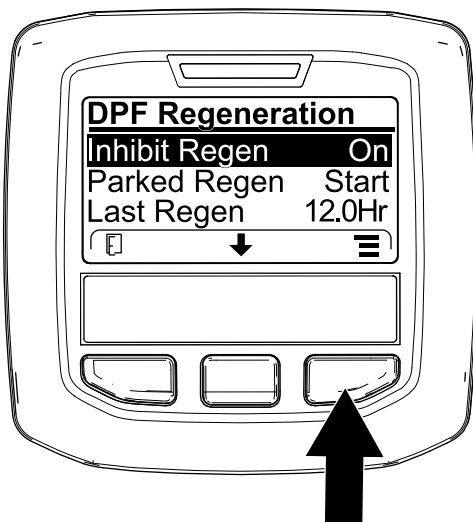
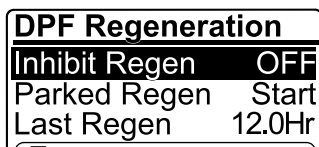

Figura 42
Figura 43
1. Aceda ao menu Regeneração do DPF, prima o botão central para ir até à opção INIBIR REGENERAÇÃO e prima o botão direito para selecionar a entrada Inibir regeneração (Figura 42).
2. Prima o botão direito para alterar a definição da Inibição da regeneração de Ligar para Desligar (Figura 42) ou de Desligar para Ligar (Figura 43).